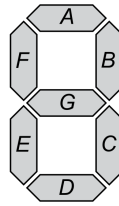

Figura 3
f) Dissenyeu un circuit que, a partir de les sortides dels *flip-flops* del comptador, obtingui les variables  $A$  a  $G$  necessàries per representar en un display de 7 segments (Figura 3) els diferents valors parells del comptador en format decimal (preneu els valors corresponents a nombres imparells com a *don't care*).